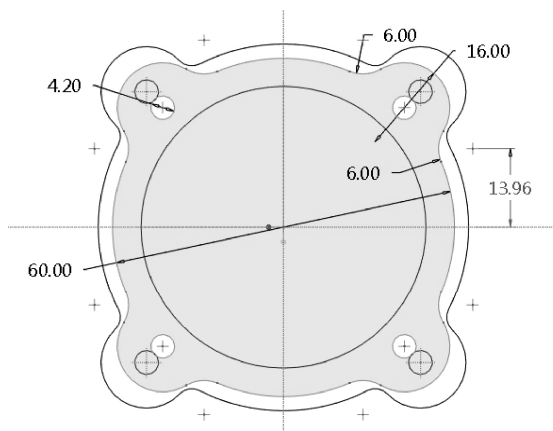

图 4-165 凸台截面
(1) 单击  按钮打开拉伸操控面板;
(2) 选择 TOP 平面作为绘图平面, 单击  进入二维绘图平面, 绘制如图 4-165 所示的截面。完成草图后, 在拉伸操控面板中输入深度值为 13, 拉伸方向与阀体中心拉伸方向相反, 生